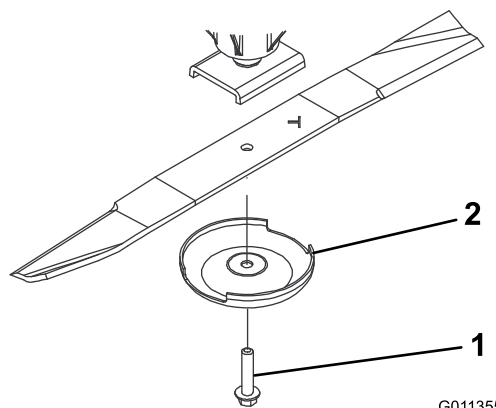

Bild 101
3. Entfernen Sie die Messerschraube, die Antiskalpierkuppe und das Messer von der Spindelwelle (**Bild 101**).